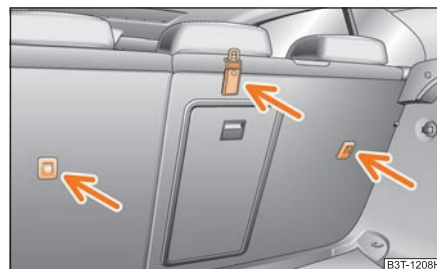

Fig. 189 Asiento posterior: Top Tether
En algunos países, las disposiciones legales vigentes exigen el equipamiento de los asientos posteriores con argollas de fijación para asientos infantiles del sistema “Top Tether” ⇒ fig. 189.
- Fije los asientos infantiles con el sistema “Top Tether” solamente en los puntos prescritos ⇒ **página 195, fig. 189.**